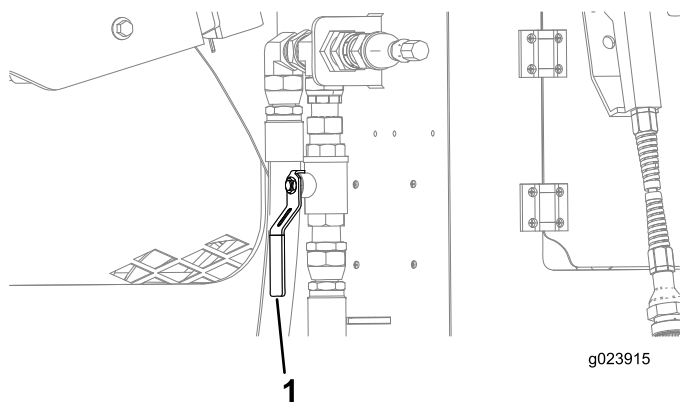

Bild 131
- B. Öffnen Sie das Ventil in der Nähe des hinteren Abteils (Bild 131).